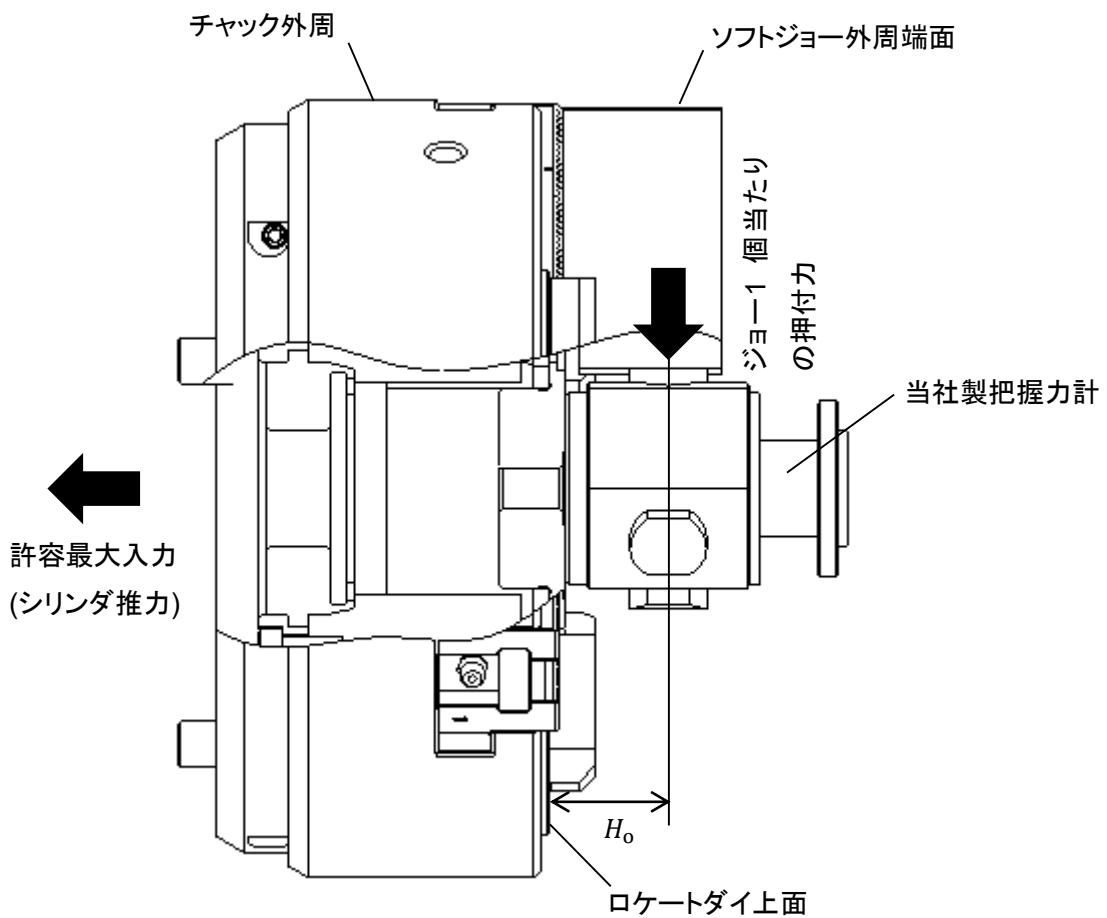

図 5 把握力測定方法
- 当社製把握力計にて測定し、把握位置は図 5 の高さです。(P-14 の表 5 も併せて参照)